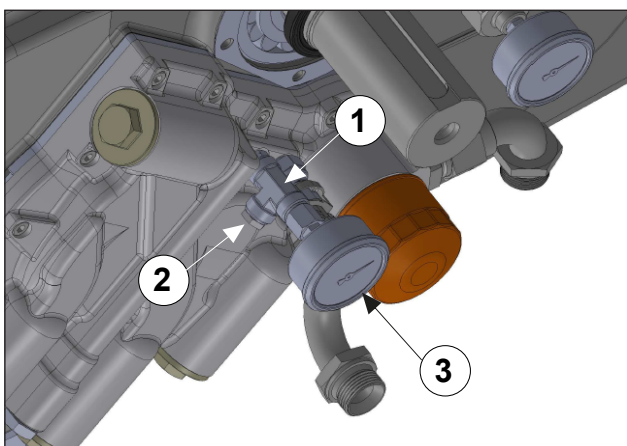

Fig. 134
Montar el sensor de temperatura del aceite (pos. ①, Fig. 134).